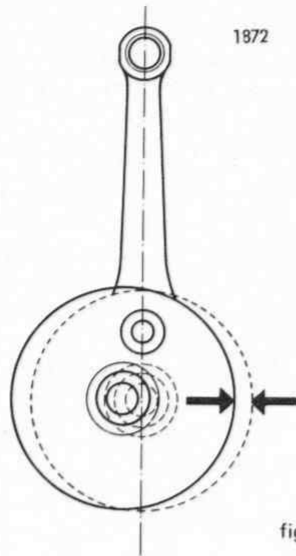
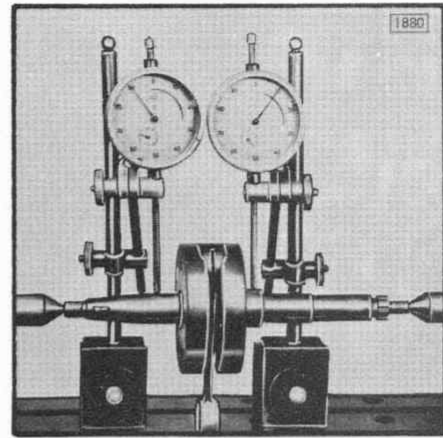

fig. 34
fig. 35
- 1) Los contrapesos están desplazados (fig. 34) en tal caso el resultado de la comprobación (fig. 35) el siguiente cuadro: se mide lo más cerca posible de la contrapesos, y guardando la misma posición del cigüeñal uno de los contrapesos causará en el reloj una desviación hacia + y el otro hacia —.